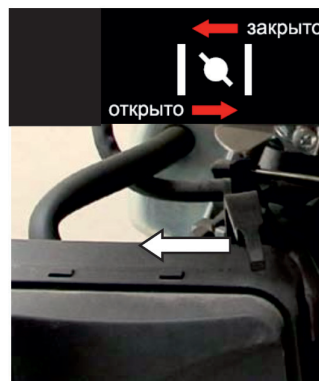

Рис. 12
2. При пуске холодного двигателя рычаг привода воздушной заслонки переведите в положение «ЗАКРЫТО» (Рис. 12).